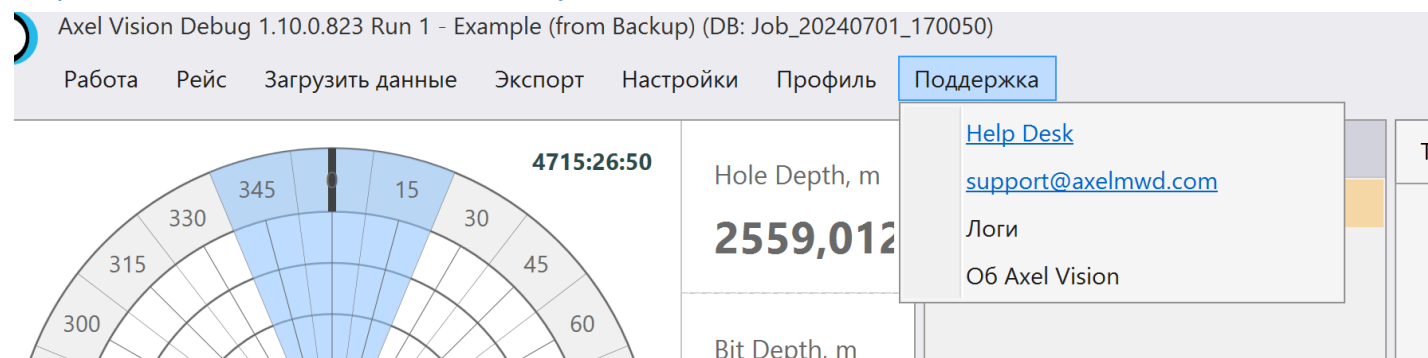

Рис. 2.1 Открытие папки с логами
**Совет:** Чтобы добраться до нужных файлов отчетов, нажмите кнопку **Поддержка->Логи** (Рис. 2.1). Откроется папка текущего месяца: **Axel Vision \ Logs \ год \ месяц**. Соберите все файлы за текущее число. Заархивируйте файлы перед отправкой, чтобы уменьшить объем вложения.